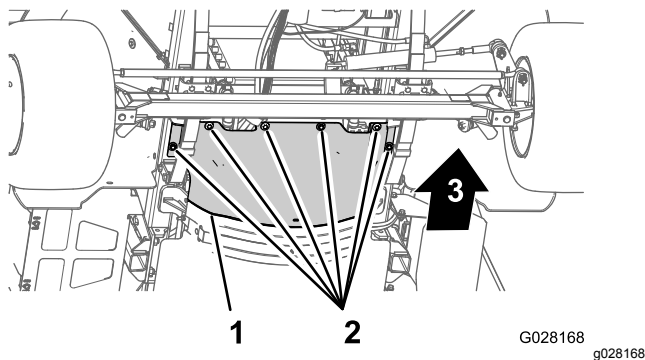

Figure 57
3. Retirez les 6 boulons à tête hexagonale et les 6 rondelles qui fixent l'écran pare-chaleur avant au châssis et déposez l'écran (Figure 57).